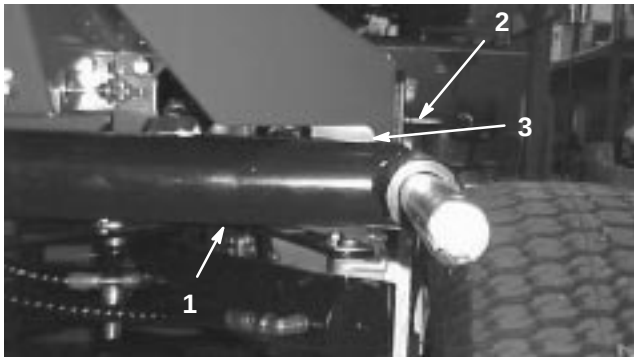
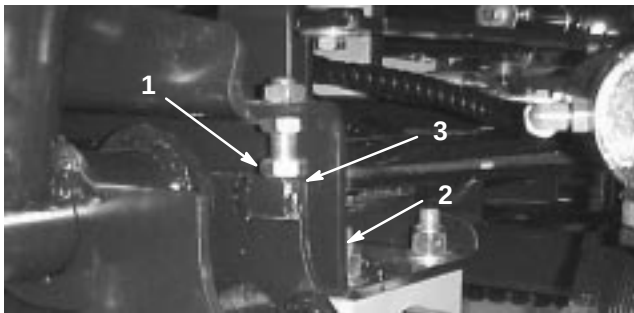
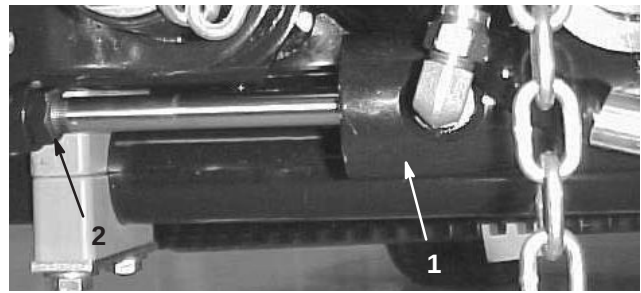

Bild 10
Bild 11
Bild 12
1. Starten Sie den Motor, heben die Schneidwerke an und kontrollieren, ob der Abstand zwischen jedem Hubarm und dem Bügel auf der Bodenplatte zwischen 5 und 8 mm liegt (Bild 10). Drehen Sie die Anschlagsschrauben (Bild 11) zurück und stellen den Zylinder so weit ein, dass sich der richtige Abstand ergibt, wenn der Abstand davon abweicht. Drehen Sie die Klemmmutter am Zylinder zu dessen Einstellung zurück (Bild 12), entfernen den Stift aus dem Stangenende und drehen den Lastbügel. Montieren Sie den Stift und prüfen den Abstand nach. Wiederholen Sie diesen Vorgang nach Bedarf. Ziehen Sie nun die Klemmmutter am Lastbügel fest.
2. Kontrollieren Sie, ob der Abstand zwischen jedem Hubarm und der Anschlagsschraube zwischen 0,13 und 1,02 mm liegt (Bild 11). Justieren Sie die Anschlagsschrauben, bis sich der richtige Abstand ergibt, wenn der Abstand davon abweicht.